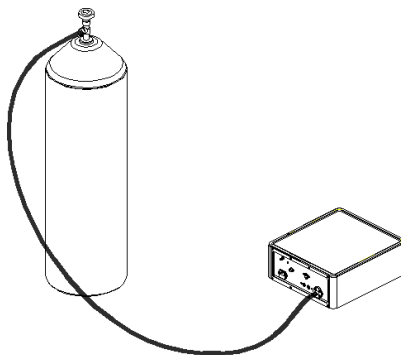

Рис. 4-4 Прямое подсоединение инсuffлятора к стальному баллону с CO₂
2. Используйте гаечный ключ, чтобы затянуть соединение патрубка высокого давления с впускным отверстием для CO₂ на задней панели инсuffлятора с усилием 11,8 Н·м (1,2 кгс·м). См. Рис. 4-4.